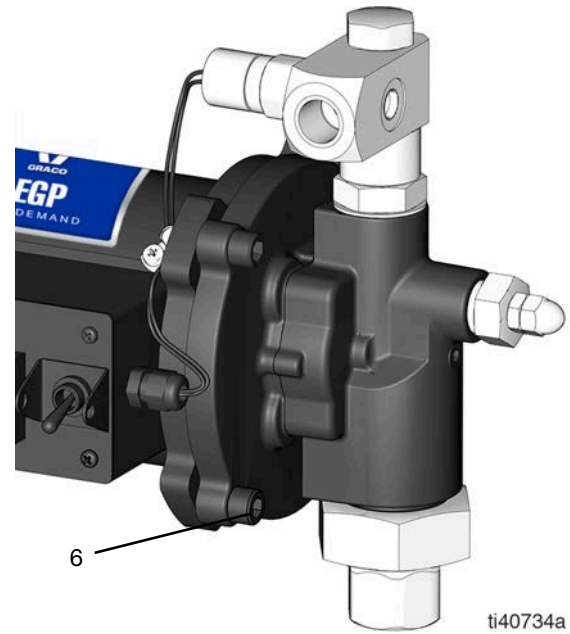

FIG. 22
13. Retirez les quatre vis Allen (6) à l'aide d'une clé de 8 mm (FIG. 22).
2. Placez et serrez les quatre vis Allen (6) à l'aide d'une clé Allen de 8 mm (Serrez au couple de 20 ft-lbs) (FIG. 22).